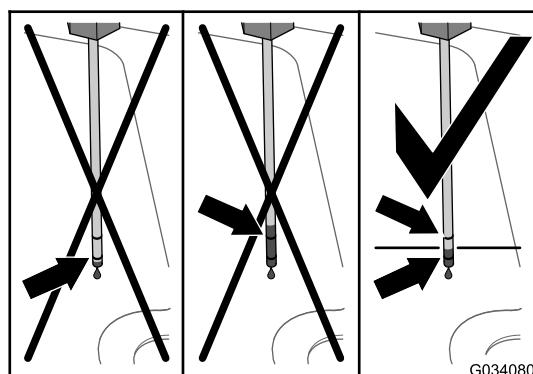
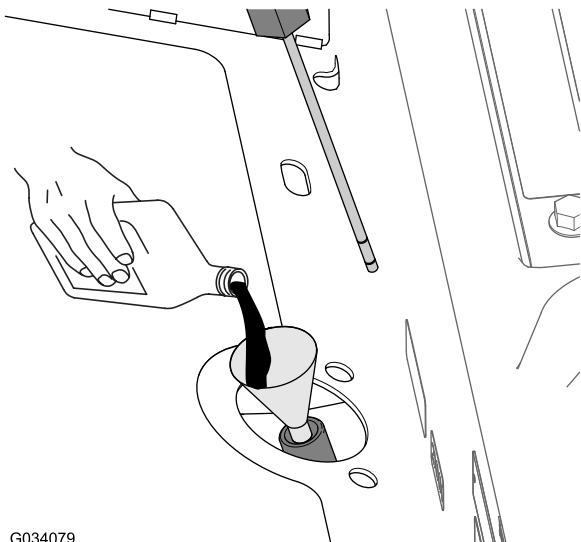

Figura 81
Figura 82
4. Retire a vareta e verifique o nível de fluido (Figura 81).
5. Se o nível do fluido está abaixo da marca inferior da vareta, adicione o fluido hidráulico especificado no tubo de enchimento (Figura 82) até que o nível de fluido suba entre as marcas superior e inferior quando verificado com a vareta (Figura 81).
6. Adicione o fluido hidráulico especificado no tubo de enchimento (Figura 82 em) até que o nível de fluido na caixa da transmissão (reservatório) se encontre a meio entre as marcas superior e inferior da vareta (Figura 81).